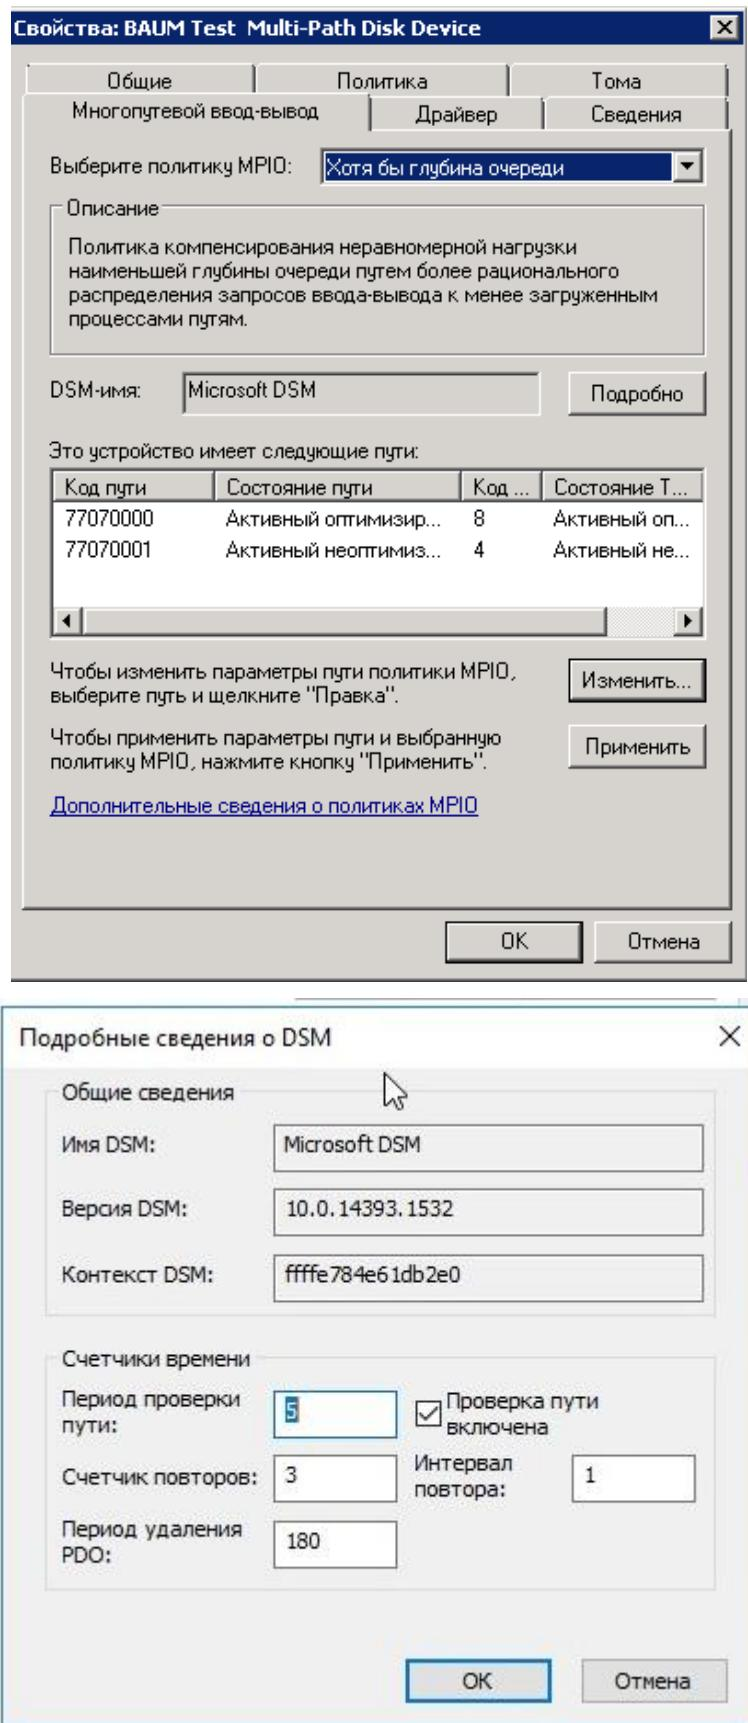

Рисунок 101 – Настройка MPIO
3. В разделе «Управление дисками» панели «Управление компьютером» нажмите правой кнопкой мыши по созданному диску. В окне «Свойства: наименование диска» на вкладке «Многопутевой ввод-вывод» выбрать политику MPIO **«Хотя бы глубина очереди»** (см. Рисунок 101). Затем перейти на вкладку «Драйвер» и нажать кнопку **«Подробно»**. В окне «Подробные сведения о DSM» задать рекомендуемые параметры, которые должны совпадать с ПАК СХД БАУМ ВЕРСИИ SDANDART. На этом настройки завершены. Рекомендуемые параметры для DSM модуля показаны на следующем рисунке (см. Рисунок 101).